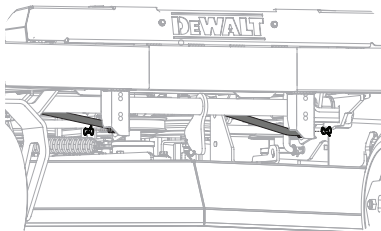

Figura 48
- 6. Extraiga los dos pasadores con unión curva de las varillas de la plataforma que sujetan los soportes del varillaje de elevación centrales delanteros a los soportes de elevación centrales delanteros de la plataforma y tire del extremo delantero de las varillas fuera de su lugar. Consulte la Figura 48.